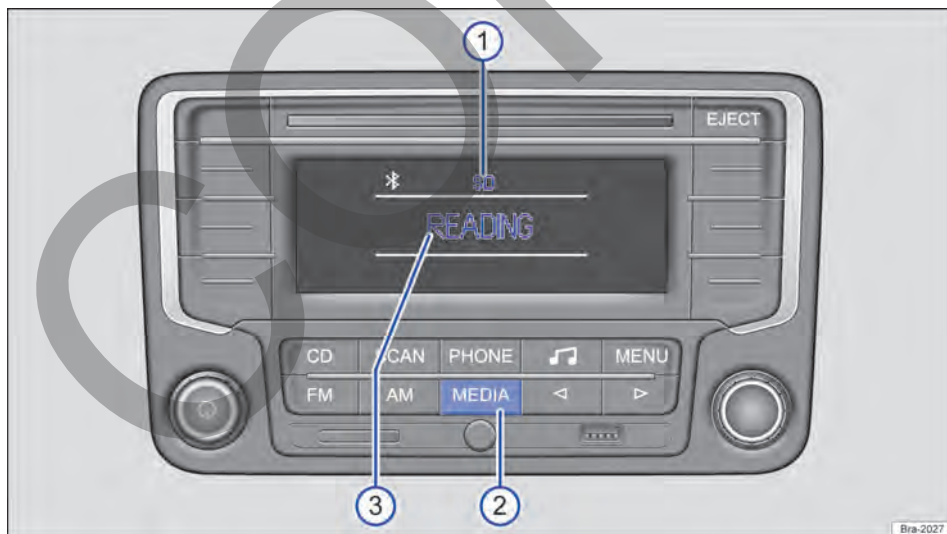
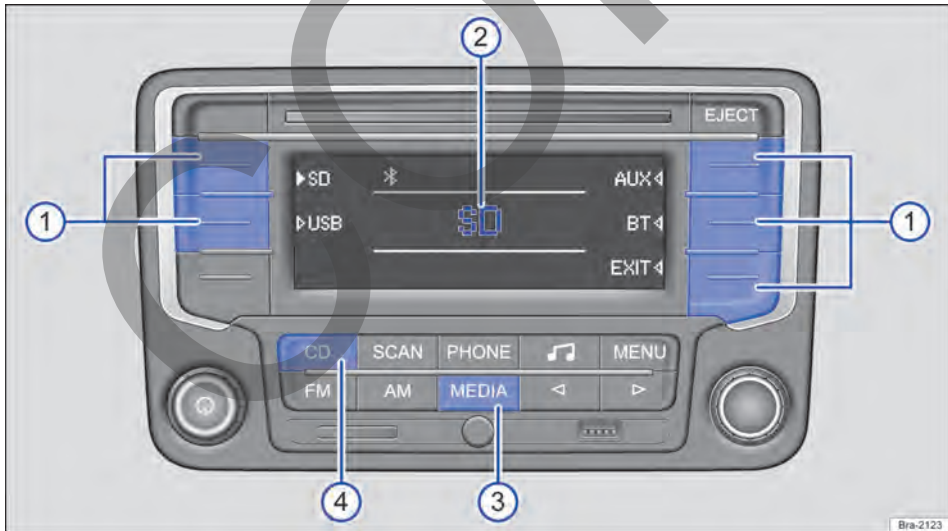

Fig. 133 Ejemplo de visualización en el modo Media: la radio lee archivos desde una tarjeta SD.
Fig. 134 Ejemplo de visualización en el modo Media: continua la reproducción de la última fuente de medios, están disponibles otras fuentes de medios. ▶
En el modo Media se pueden seleccionar y controlar diferentes fuentes de medios. Para cambiar al modo de medios, pulse brevemente la tecla del equipo **MEDIA** → **fig. 133** ②.
Si la última fuente de medios sintonizada todavía está conectada, la reproducción de esa fuente continuará automáticamente y, al cambiar al modo de medios, aparecerá brevemente en el centro del display → **fig. 134** ②.
En el modo de medios de reproducción, la fuente de medios seleccionada siempre aparecerá en la parte superior central del display → fig. 133 ①.
Todas las fuentes de medios disponibles → pág. 160, *Seleccionar las fuentes de medios* se muestran en el lateral del display → fig. 134. En algunas situaciones de reproducción, por ejemplo, mientras la radio lee una fuente de medios, no están disponibles otras fuentes de medios → fig. 133.
En el centro del display se muestra el estado actual de la fuente de medios, por ejemplo, **READING**, cuando la radio lee una fuente de medios → fig. 133 ③, información sobre la pista → pág. 163 o mensajes de error:
Inicie el modo Media → pág. 159, *Menú principal MEDIA*. Si la última fuente de medios sintonizada todavía está conectada, la reproducción de esa fuente continuará automáticamente y, al cambiar al modo de medios, aparecerá brevemente en el centro del display → fig. 134 ②.
En los laterales del display se muestran todas las fuentes de medios disponibles → fig. 134. Seleccione la fuente de medios deseada de la siguiente manera:
- Pulse brevemente la tecla de función programada con la fuente de medios deseada → fig. 134 ①.
- **O:** presionar la tecla del equipo **MEDIA** tantas veces como sea necesario hasta que aparezca la fuente de medios (excepto CD) → fig. 134 ③.
- **O:** presionar la tecla del equipo **CD** para reproducir un CD del lector interno de CD → fig. 134 ④.